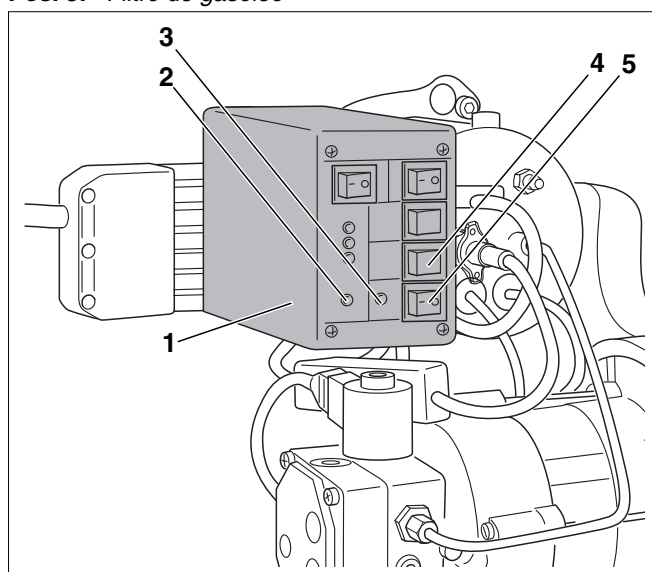

Fig. 29 Purga de la tubería de gasóleo con aparato de comprobación del quemador
- Aparato de comprobación del quemador (fig. 29, **pos. 1**; accesorio) - en el caso de que la aspiración del gasóleo deba llevarse a cabo a través de la bomba de gasóleo instalada en el quemador.
A continuación, se describirá la purga de la tubería de gasóleo llevada a cabo con el aparato de comprobación del quemador (fig. 29, **pos. 1**).
- Conecte el aparato de comprobación del quemador (fig. 29, **pos. 1**) en el casquillo libre.
- Conecte el interruptor de funcionamiento del aparato de regulación. El LED (rojo) se ilumina (fig. 29, **pos. 2**).
- Conecte el aparato de comprobación del quemador a través del interruptor de funcionamiento (fig. 29, **pos. 5**). Los dos LEDs (rojo y verde) se iluminan (fig. 29, **pos. 2 y 3**).
- Conecte el interruptor para puentear el precalentador de gasóleo (fig. 29, **pos. 4**).